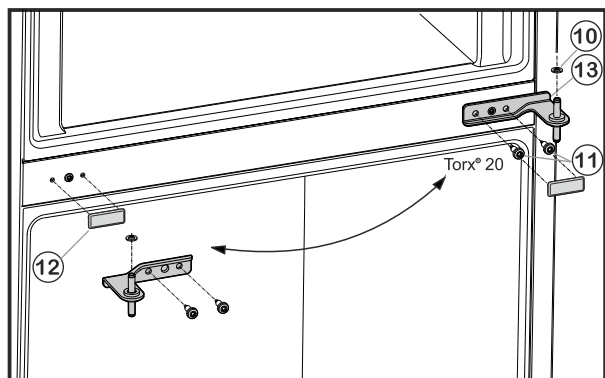

Fig. 6
- ▶ Desserrer les vis de fixation Fig. 6 (11) (2 fois Torx® 20) et retirer le support de palier du milieu de la porte inférieure.
- ▶ Retirer la rondelle en plastique Fig. 6 (10).
- Retirer le cache Fig. 6 (12) avec précaution.
- Replacer le cache Fig. 6 (12) du côté opposé.
- Remettre en place le support de palier du milieu Fig. 6 (13) à 180° dans la porte inférieure et la visser solidement à l'aide des vis de fixation Fig. 6 (11) (2 fois Torx® 20) sur le nouveau côté de la charnière (**avec 4 Nm**).
- Remettre en place la rondelle de plastique Fig. 6 (10).
- Mettre en place la porte supérieure sur le support de palier Fig. 6 (13).